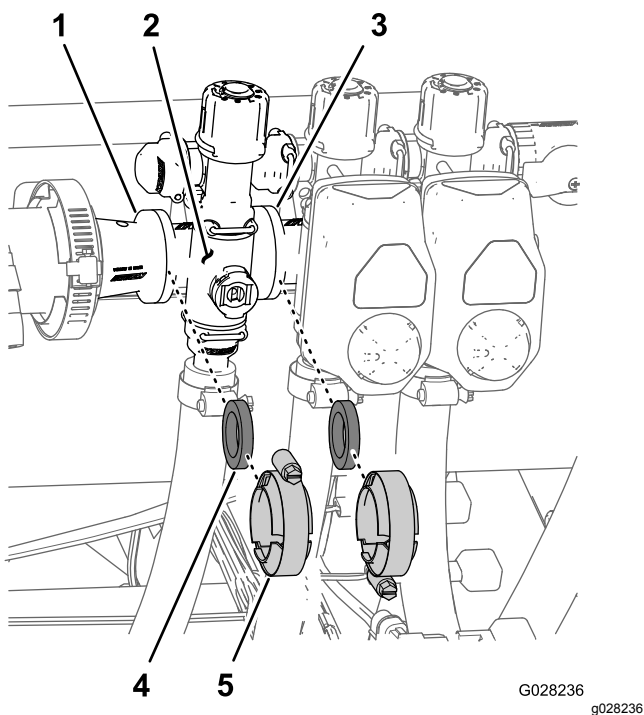

図 104
1. 図 104のように、個別ブームバルブのマニホルドを隣接する個別ブームバルブ左ブームの場合はリデュサカップリングに固定しているクランプとガスケットを外す。